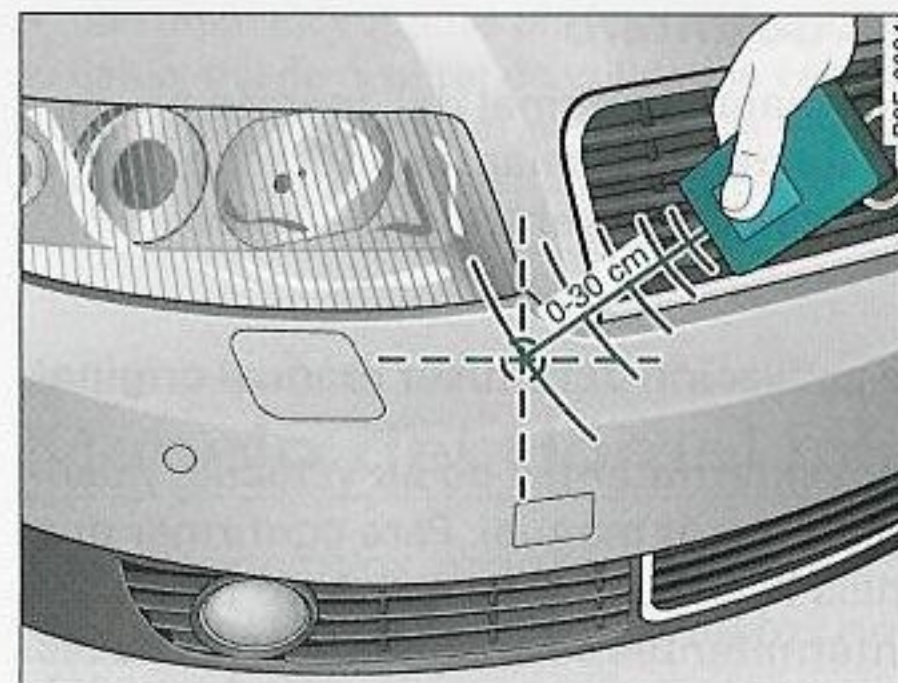

Fig. 169 Parte delantera derecha del parachoques
- Mantenga el **emisor manual original** del aparato a programar por debajo del faro delantero derecho, próximo al parachoques de su vehículo ⇒ *página 199*, fig. 169.
- Mantenga el **emisor manual original** para abrir la puerta del garaje u otros dispositivos directamente por debajo del faro delantero derecho, próximo al parachoques de su vehículo ⇒ *página 199*, fig. 169. La distancia requerida depende del sistema que desee programar.